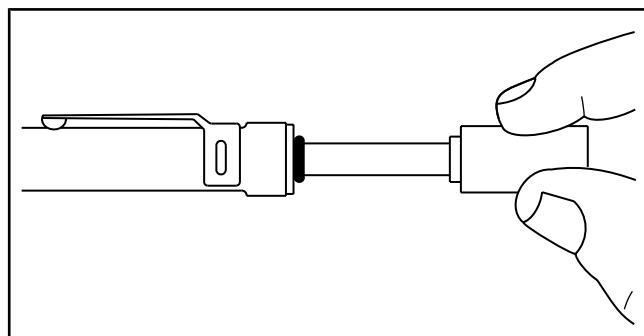

Рисунок 7.05-7: Положение малого уплотнительного кольца
- c. Придвиньте малое уплотнительное кольцо к цилиндрическому корпусу прибора (см. Рисунок 7.05-7).